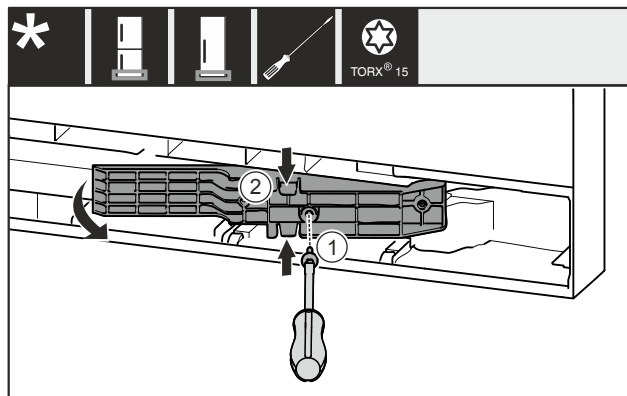

Fig. 22 *
- Izņemiet skrūvi Fig. 22 (1).*
- Viegli saspiediet adapteri Fig. 22 (2) augšā un apakšā un izvelciet ārā.*